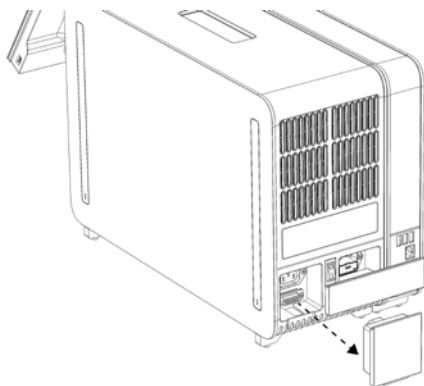

図 12. ターミネーションブリッジを取り外す。
- 1d. 分析モジュールの背面からターミネーションブリッジを取り外します（図 12、次のページ）。